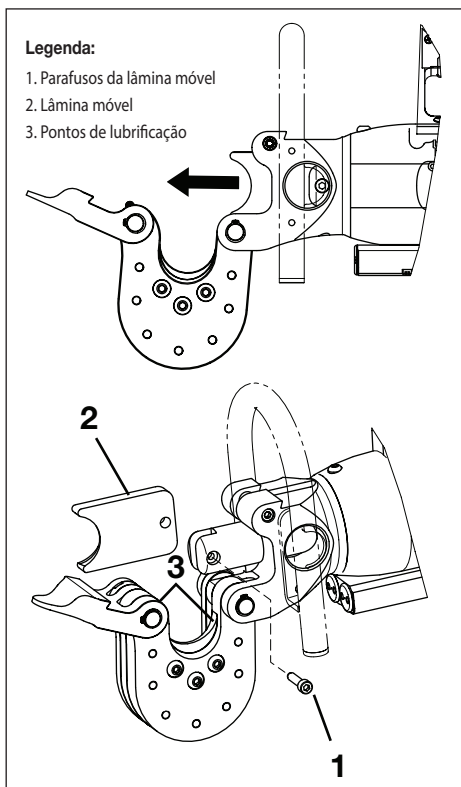

Figura 13, troca da lâmina móvel
Troque a lâmina móvel conforme descrito nos passos seguintes. Consulte a Figura 13, itens 1, 2 e 3.
5. Desaparafuse e remova o parafuso da lâmina móvel (Figura 13, item 1).
6. Remova a lâmina móvel gasta (Figura 13, item 2).
7. Instale a lâmina móvel nova (Figura 13, item 2) no pistão.
8. Instale o parafuso da lâmina móvel nova (Figura 13, item 1). Aplique torque a 25 Nm [18 ft-lb]. Aplique Loctite 243 ou equivalente.
9. Lubrifique a ranhura de deslizamento e a guia da ferramenta na cabeça de corte (Figura 13, item 3) usando uma graxa de lítio de pressão extrema Grau 2 NLGI.